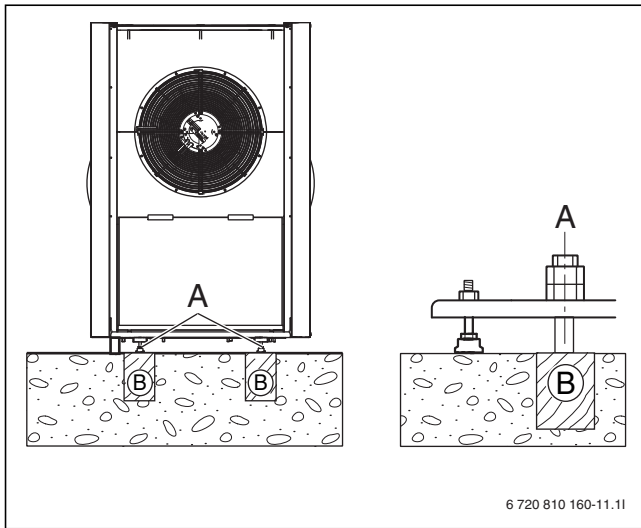

Bild 9 Mått i mm
- Värmepumpen måste förankras så att den inte kan välta (→ Bild 9).